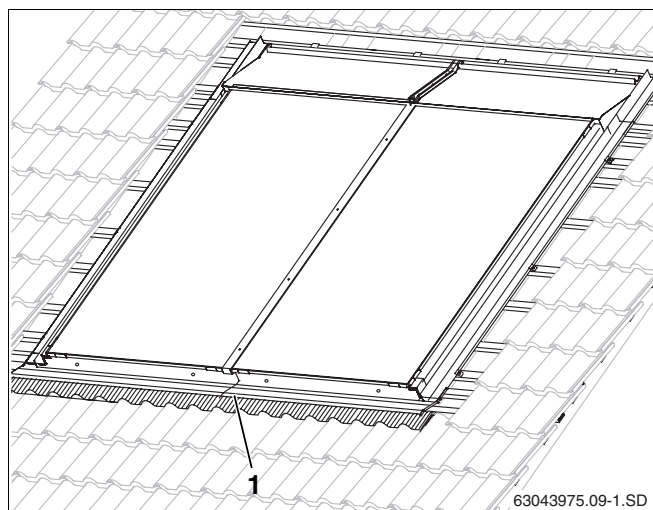

Fig. 42 Lamiere di copertura montate su tutto il perimetro
In caso di montaggio orizzontale, le lamiere di copertura inferiori, centrali e superiori non si sovrappongono tra i collettori (fig. 42, **pos. 1**), bensì al centro dei collettori.